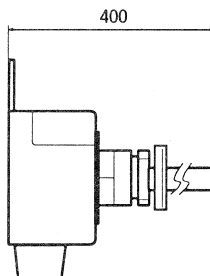

fig.4
## Boîtier voyant anti-vandalisme (Fig.4)
## Anti-vandalism indicator lamp box (Fig.4)
## Caja de indicadores anti-vandalismo (Fig.4)
- soit un boîtier anti-vandalisme (fig. 4 et 9)